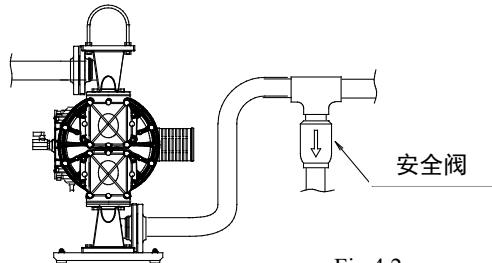

Fig.4.2
- 当移送液剂的体积因泵的设置场所环境而产生较大变化时，请在排出侧安装安全阀，使其在达到容许压力时能够打开。〈参照Fig.4.2〉由于液剂的体积变化而使泵的内部压力超过容许压力时，可能成为破损的原因。